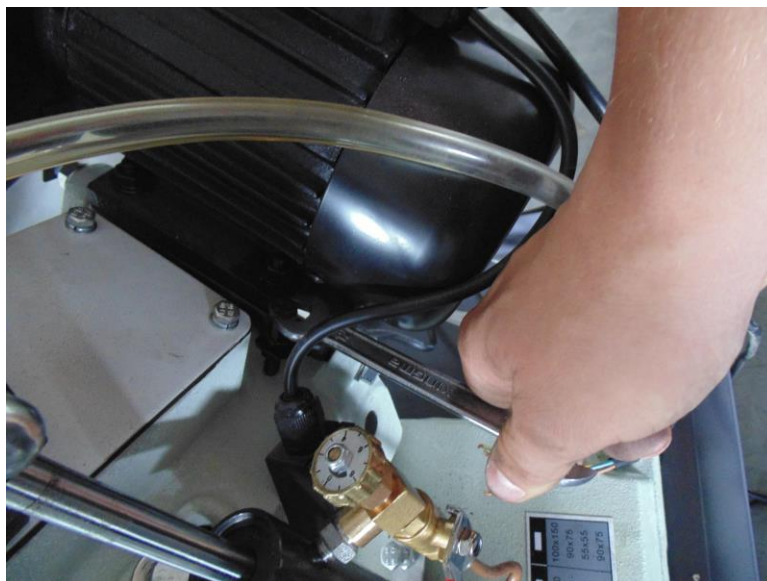

Рис. 20
2. Правильное натяжение характеризуется провисанием ремня примерно на 6-7 мм при легком нажатии пальцем между двумя шкивами. Для регулировки натяжения ремня следует с помощью ключа открутить стопорный винт натяжения и контргайку (рис. 20). Поверните её по часовой стрелке, чтобы увеличить натяжение, и против часовой стрелки, чтобы его уменьшить. Получив соответствующее натяжение следует затянуть контргайку. **ВАЖНО: изначально натяжение ремня отрегулировано на заводе.**